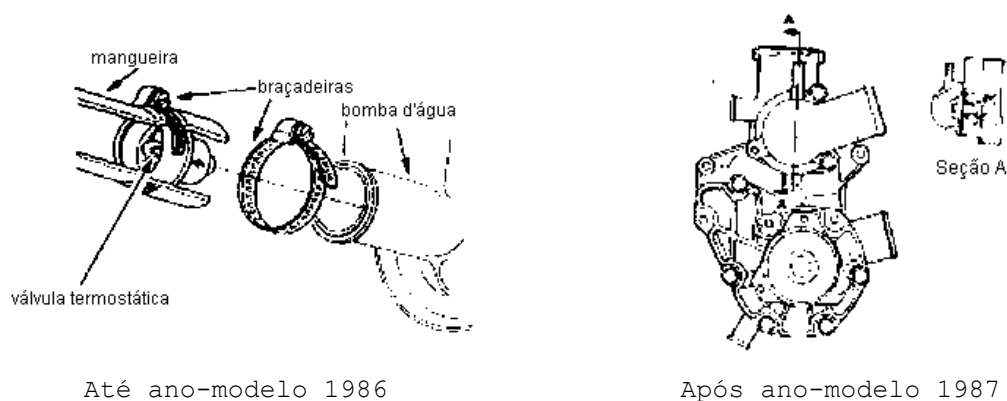

Figura 83: Instalação da válvula termostática.
- 4 . Veículos produzidos até o ano-modelo 1986, deve-se soltar a braçadeira de fixação da válvula; Veículos produzidos a partir do ano-modelo 1987, deve-se soltar os três parafusos de fixação da tampa, e a conexão da mangueira de retorno (Figura 83);